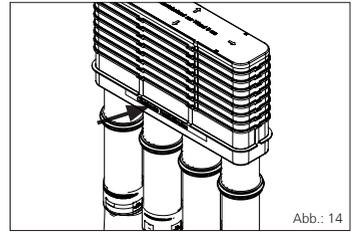

Abb.: 14
- Auf der MSH Basic-FUBO-E-SR4 (Grundkörper) befindet sich eine Kennzeichnung/Markierung **„Oberkante Rohfußboden“** (siehe Abb.: 14).